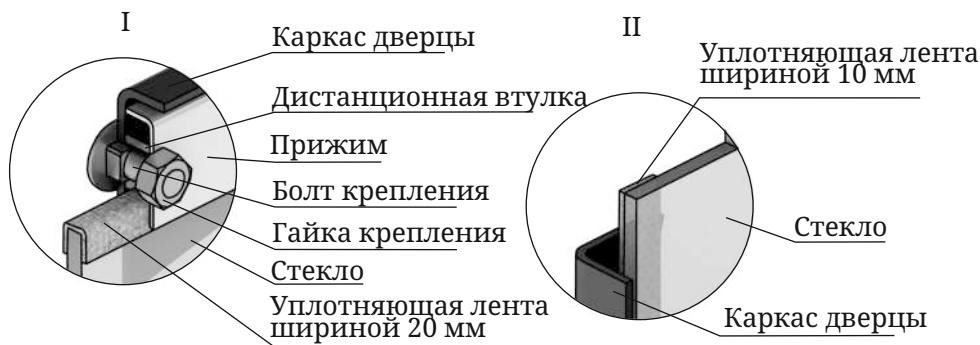

Рисунок 15. Крепление светорозрачного экрана дверцы печи «Витрувия II»
1. Отверните две гайки, фиксирующие прижим (рисунок 15.I), демонтируйте его и дистанционные втулки.
Если на нем нет уплотняющих лент, наклейте их, лента шириной 20 мм наклеивается сверху и снизу стекла «П» - образно (рисунок 15.I), лента шириной 10 мм наклеивается вертикально, вдоль боковых сторон стекла (рисунок 15.II).
4. Вставьте стекло в упор, при этом лента, наклеенная с боковых сторон (вертикальная) должна быть зажата между стеклом и каркасом дверцы (рисунок 15.II).